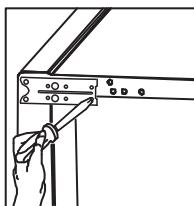
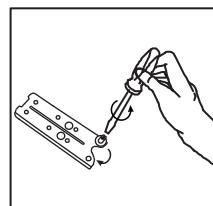

Рисунок 3.1
Рисунок 4.1
**3** - Положите холодильник левой стороной вниз, открутите регулирующие ножки холодильника, затем открутите винты, крепящие нижний шарнир и снимите его(рис. 3.1). Отвинтите шпильку нижнего шарнира и вставьте ее в отверстие на левой стороне шарнира (рис. 4.1). Затем установите шарнир на левой стороне х-ка и закрутите регулирующие ножки.